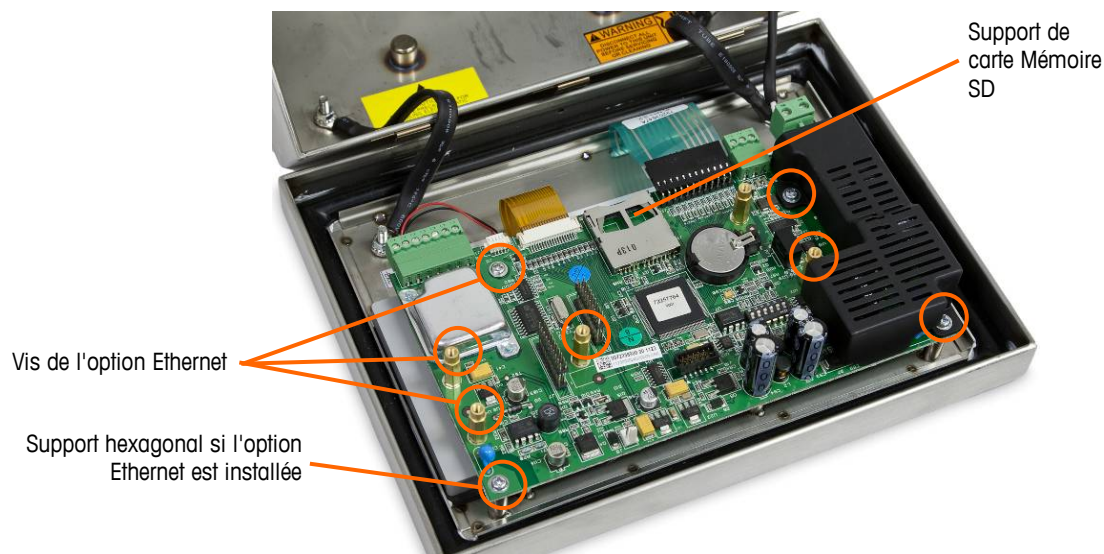

Figure 5-18 : Vis de montage de la carte principale, version analogique
4. Dévissez et démontez les quatre vis maintenant la carte principale sur l'enceinte. Leur emplacement est encerclé sur la Figure 5-18. Si l'option Ethernet a été installée, une vis sera remplacée par un support hexagonal. Utilisez un tourne-écrous de 6 mm ou un tournevis plat pour démonter le support hexagonal sur l'emplacement noté.
6. Si une carte mémoire SD est installée, appuyez dessus pour la désolidariser du support et retirez-la, et conservez la carte devant être installée sur la carte principale de remplacement. Reportez-vous à la Figure 5-14 ou à la Figure 5-18 pour l'emplacement du logement de la carte mémoire SD.
2. Positionnez la carte principale sur les quatre orifices de vis de l'enceinte du terminal identifiés sur la Figure 5-18.
3. Installez les quatre vis. Veuillez noter que si l'option Ethernet doit être utilisée, une des vis doit être remplacée par un support hexagonal. Reportez-vous à la Figure 5-18 pour l'emplacement du support hexagonal.